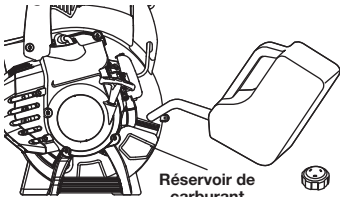

Fig. 13
- Retirez le bouchon du réservoir de carburant (Fig. 13).